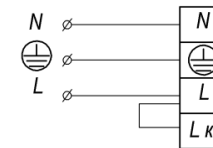
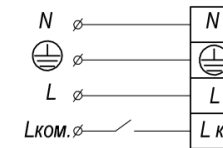

Рис.2
Рис.3
- Присоединить провода питания (L, N и заземляющий провод) к соответствующим зажимам клеммной колодки (рис.2). При наличии коммутируемой цепи необходимо удалить перемычку L-Lк. и подключить коммутируемую фазу к клемме Lк.(рис.3)